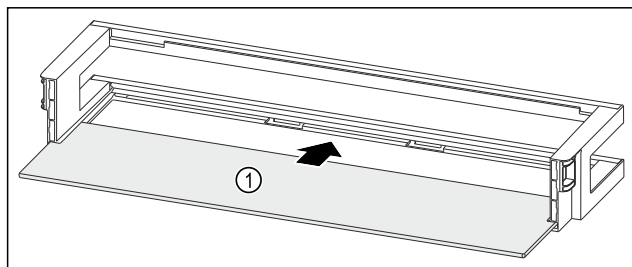

Fig. 188 Balconnet de contre-porte avec tablette de rangement
- Insérer la tablette de rangement Fig. 188 (1) dans les évidements latéraux.